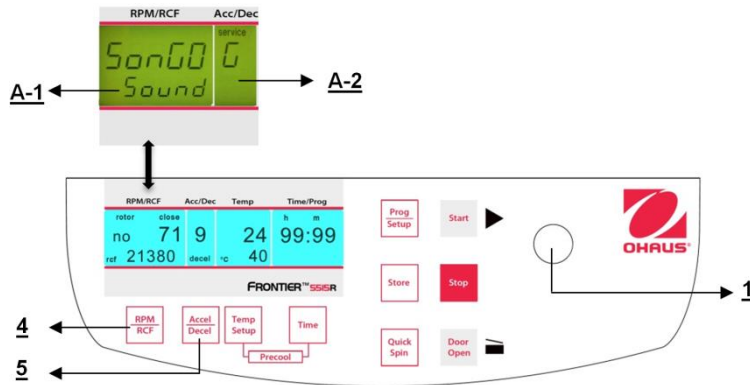

Figure. 34
Poursuivre conformément à la description du paragraphe 4.1.1 pour entrer dans ce mode de programme et appuyer ensuite sur la touche "**Accel/Decel**" (5). Sur l'affichage "**Acc/Dec**" (A-2), le mot "**Service**" clignote. Sélectionner maintenant la lettre "**G**" avec le bouton de réglage (1). Ceci entraîne l'apparition des mots "**SonGo/Sound**" sur l'affichage "**RPM | RCF**" (A-1). Après avoir appuyé sur la touche "**RPM | RCF**" (4), il est possible de sélectionner une sonorité avec le bouton de réglage (1). (voir la figure 34)